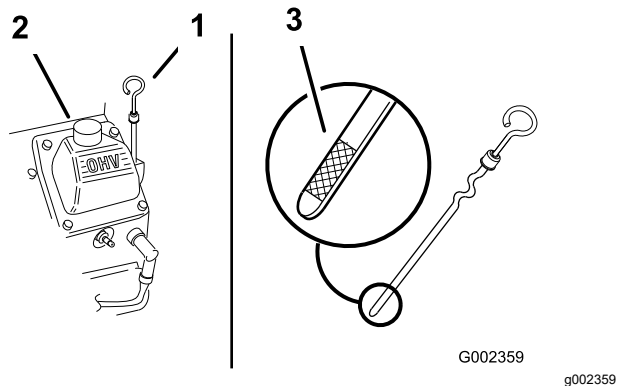

Рисунок 43
2. Очистите поверхность вокруг масломерного щупа (Рисунок 43), чтобы загрязнения не
- Извлеките масломерный щуп, дочиста вытрите его, а затем снова вставьте до упора (Рисунок 43).
- Выньте щуп и проверьте уровень масла. Уровень масла должен находиться между отметками «F» (полный) и «L» (низкий) на масломерном щупе (Рисунок 43).
- Если уровень масла ниже метки «L» (низкий), снимите крышку заливной горловины (Рисунок 43) и добавляйте масло указанного типа, пока его уровень не достигнет отметки «F» (Полный) на щупе.